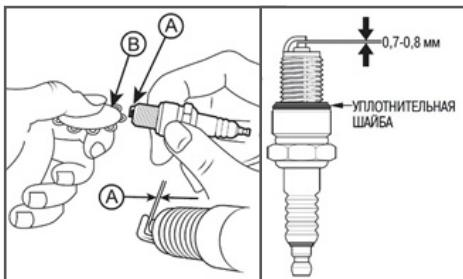

Рис. 17 Обслуживание свечи зажигания
4. Измерьте зазор А между электродами свечи зажигания специальным щупом. Зазор должен быть $0,7-0,8$ мм (Рис. 17). При увеличении или уменьшении требуемого зазора, рекомендуется заменить свечу, так как регулировка зазора может привести к изменению качества искрообразования.